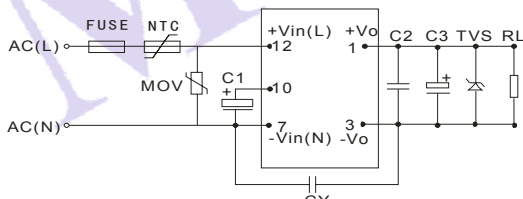
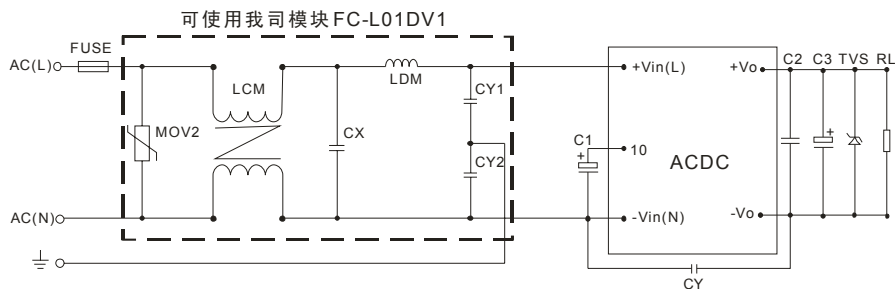

图 1: 典型应用电路
图 3: EMC 更高要求应用电路
3. 客户的一般 EMC 要求用图 1 推荐电路, 如果有更高的 EMC 需求, 推荐客户用图 3 电路, 具体推荐参数如下表。